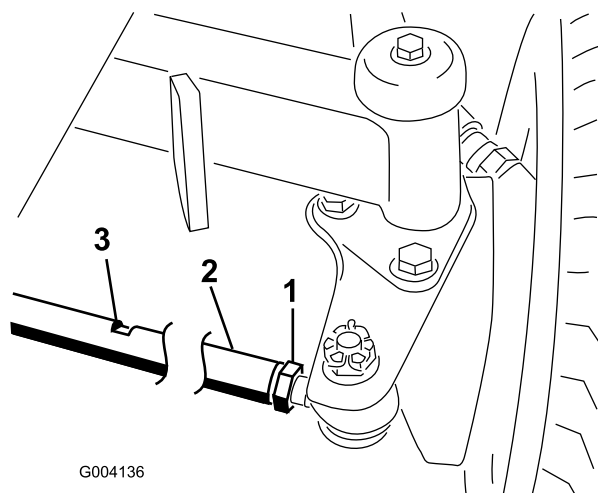

Figura 140
1. Slăbiți contrapiulița de la fiecare capăt al tijei (Figura 140).